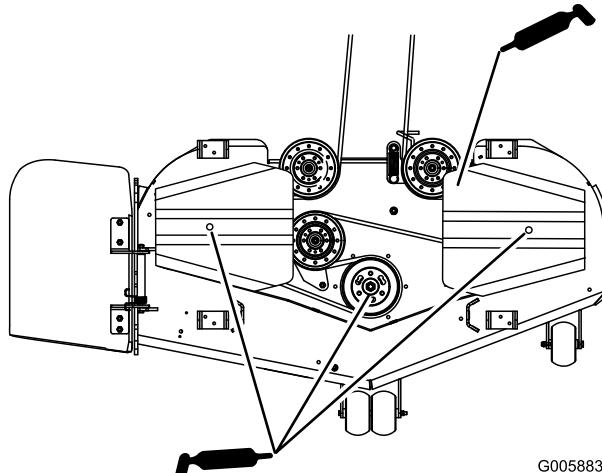

Figura 29
3. Engrase el pivote de la polea tensora (Figura 29).
4. Engrase los puntos de engrase de los cojinetes de los tres ejes (Figura 29).